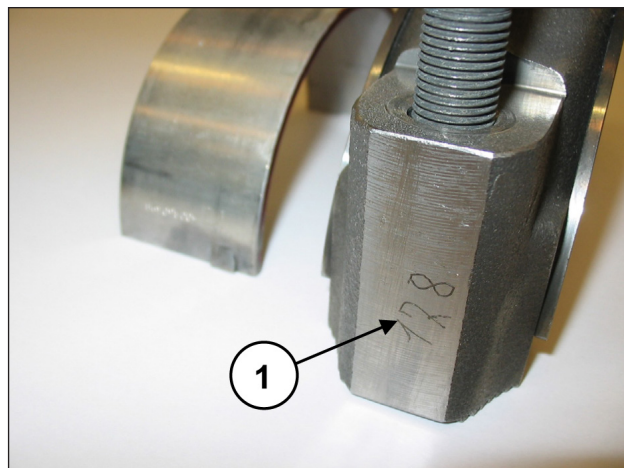

Fig. 42
Accoupler les demi-bielles aux chapeaux préalablement démontés en respectant la numérotation (rep. ①, Fig. 42).
Désassembler les chapeaux des demi-bielles ; pour les accoupler correctement, respecter la numérotation présente sur un côté (rep. ①, Fig. 42).